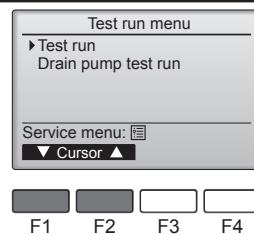

Fig. 7-2
- Выберите режим "Test run" (Пробный пуск) в Меню пробного пуска и нажмите кнопку [ВЫБОР]. (Fig. 7-2)
7.3. Самодиагностика (Fig. 7-2)